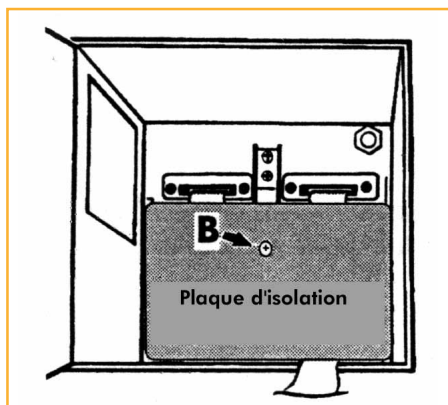

Figure B7.6.1c Emplacement des cartes d'option
6. La carte de communication est installée soit en emplacement 2, soit en emplacement 4 et peut être ôtée après avoir préalablement enlevé la barre de maintien et la limande. La barre de maintien tient par 2 vis comme indiqué en figure B7.6.1c.